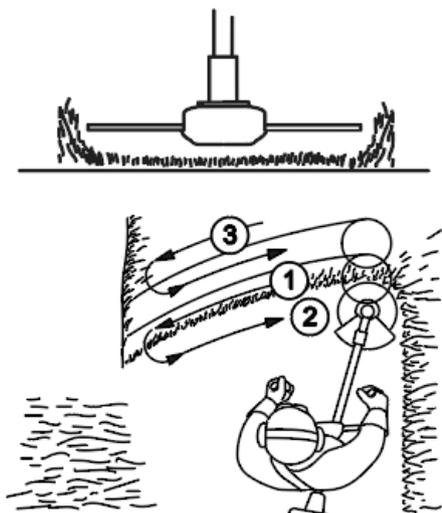

Рисунок 6. Схема скошування трави на ділянках вільних від перешкод.
3. Під час скошування трави на рівних ділянках плавно рухати виріб з боку в бік (рис. 6), намагаючись водночас утримувати різальну частину виробу на одній висоті від землі.